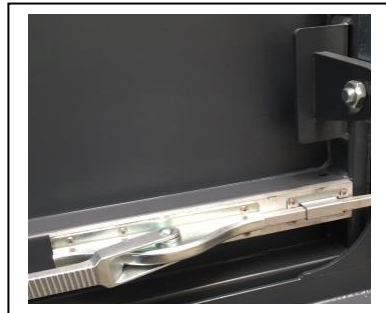

Bild 2
5. Die innere Zusatzverriegelung öffnen (**siehe Bild 2**). Von außen die Fugen zwischen Torblatt und feststehendem Rahmenteil (Stockrahmen) begutachten, diese sollten möglichst parallel verlaufen, gegebenenfalls ist der Stockrahmen zu unterbauen.